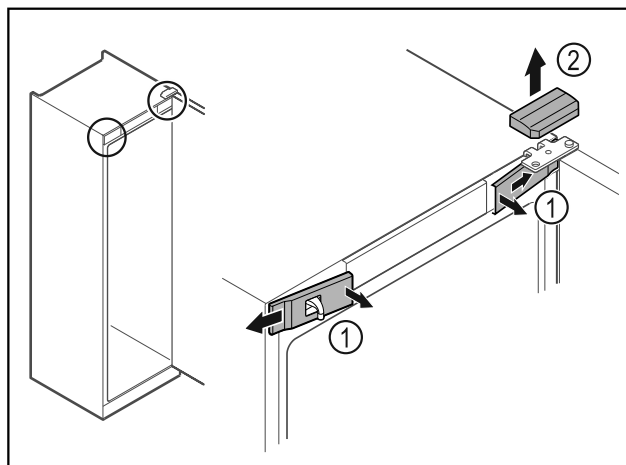

Fig. 4
- Uvolněte uvnitř přední kryty Fig. 4 (1) a sejměte je stranou.
- Horní kryt Fig. 4 (2) odeberte směrem nahoru.